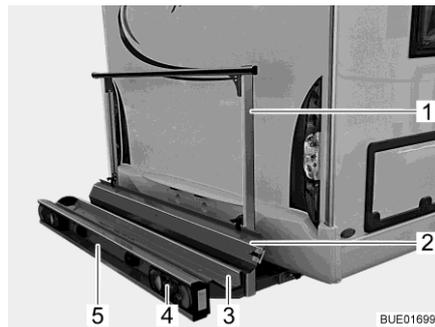
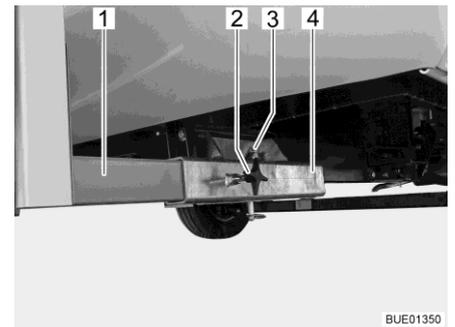

Fig. 5 Portapacchi
Fig. 6 Fissaggio al veicolo
Il portapacchi (Fig. 5) consente il trasporto di una motocicletta o di un motorino con un peso fino a 130 kg.
- Vasca di trasporto (Fig. 5,3) e staffa di supporto (Fig. 5,1) con fissaggio al veicolo (Fig. 6)
- Luci posteriori (Fig. 5,4)
- Luce targa del veicolo (Fig. 5,5)
- Guida di transito (Fig. 5,2)
Le due barre (Fig. 6,1) del portapacchi sono fissate mediante viti ad alette (Fig. 6,2) ai supporti quadri (Fig. 6,4) sul pavimento del veicolo. Il portapacchi è fissato tramite un bullone (Fig. 6,3) con anello di arresto.